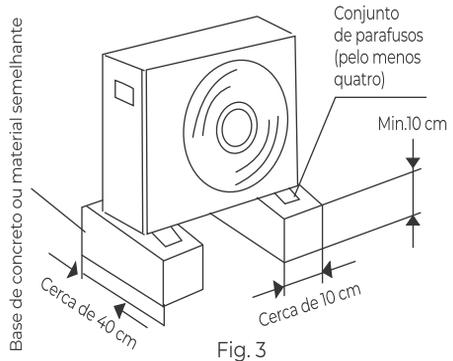

Fig. 3
- Construa uma base sólida (feita de concreto ou material similar). A unidade deve estar elevada a menos de 10 cm do solo para evitar umidade e corrosão. A instalação inadequada pode danificar o aparelho e reduzir sua vida útil, conforme ilustrado na Fig. 3.